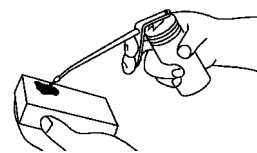

Figure 22
5. Saturer le filtre à air d'huile SAE 30W (Fig. 22).